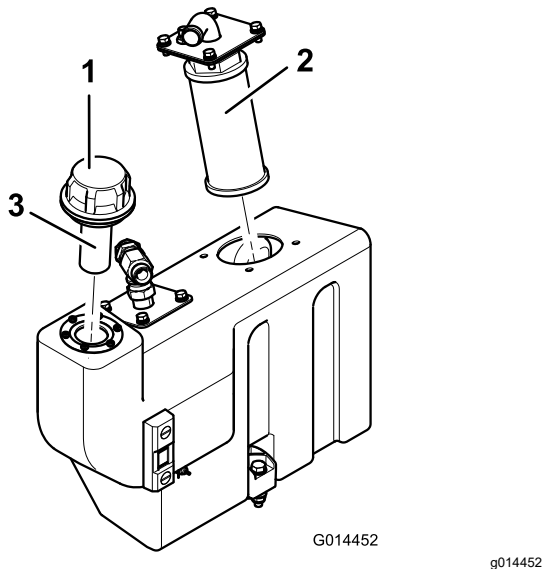

Figura 76
1. Rimuovete la flangia di aspirazione del serbatoio dell'olio per poter raggiungere la succhieruola (Figura 76).
2. Svitare la succhieruola, rimuoverla e pulirla con paraffina o benzina prima di montarla (Figura 76).